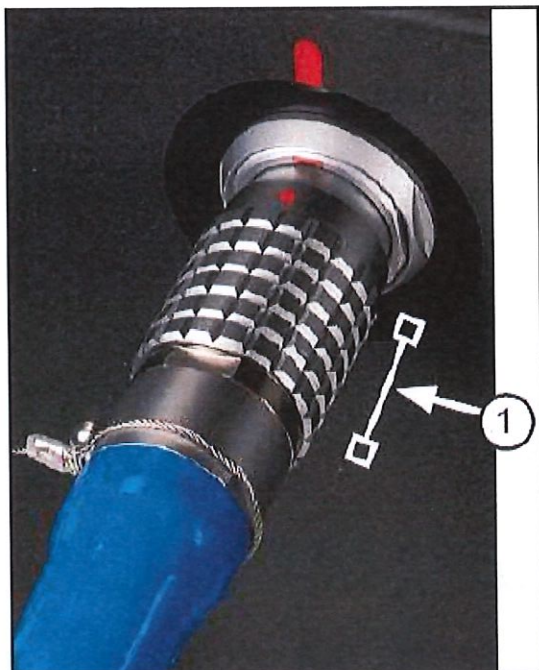

Figura 17. Desconexión de la línea eléctrica del cableado de la caja de conexiones
- a. Desconecte la línea eléctrica de la toma eléctrica de la consola tirando de la empuñadura ranurada identificada por la leyenda de la Figura 17.
- a. Desconecte la línea eléctrica de la toma eléctrica de la caja de conexiones tirando de la empuñadura ranurada identificada por la leyenda de la Figura 17.
- a. Desconecte la línea eléctrica de la toma eléctrica del panel de conexión móvil tirando de la empuñadura ranurada identificada por la leyenda de la Figura 17.
a. Desconecte la línea eléctrica de la toma eléctrica de la caja de conexiones tirando de la empuñadura ranurada identificada por la leyenda de la Figura 17.